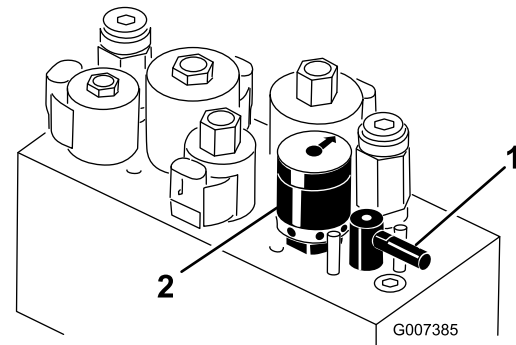

Figura 55
4. Para establecer la velocidad de los molinetes, gire el pomo (Figura 55) hasta que las flechas apunten al número que indique el ajuste deseado.